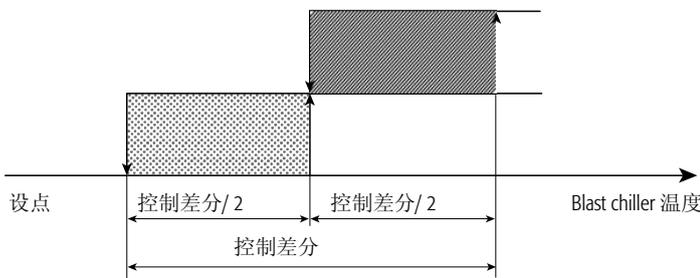

Fig. 4.4 带第 2 阶段的温度控制
- 另一方面, 如果没有选择平行运行模式, 温度控制遵循图 4.4 中的图表; 每个阶段的差分是控制差分的一半, 而第 2 阶段的设点等于控制设定值加上控制差分的一半。